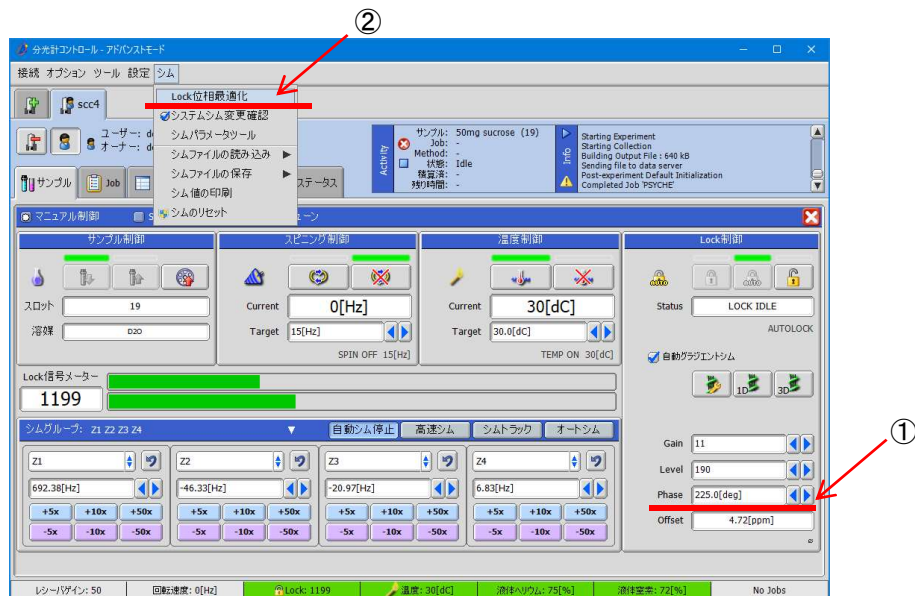

図3: NMRソフトウェアDeltaのマニュアル制御画面
LOCK 位相を調整するにはマニュアル制御画面でNMR LOCKをかけた状態で、①直接lock phaseを調整するか、②lock 位相最適化を実行することで調整できます (図3)。¹Hスペクトルで事前に分解能を確認後、lock 位相のずれを合わせて確認および調整することをお勧めします。